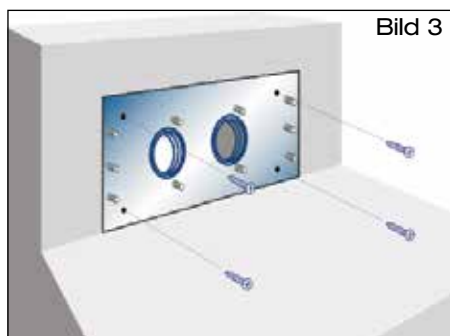

Bild 3
- 1.3 Schiebepflanzflansch mittels Schlitzschraubenzieher befestigen (Bild 3).